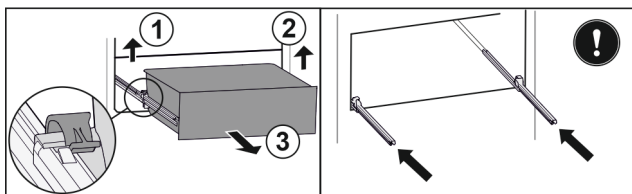

Fig. 224
- ▶ Podignite lijevu stezaljku i istovremeno izvucite ladicu lijevo prema naprijed. Fig. 224 (1)
- ▶ Podignite desnu stezaljku i istovremeno izvucite ladicu desno prema naprijed. Fig. 224 (2)
- ▶ Izvadite ladicu prema naprijed. Fig. 224 (3)